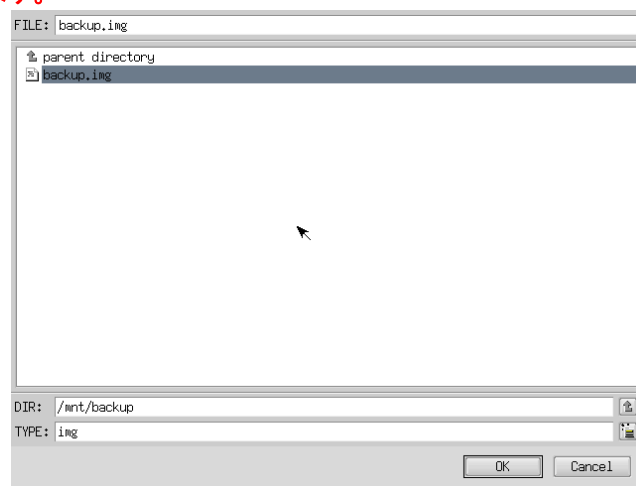

図 5-2-4-5. ファイル参照画面
- ⑨ ファイル参照画面（図 5-2-4-5）で指定したバックアップファイルが入力されていることを確認します。